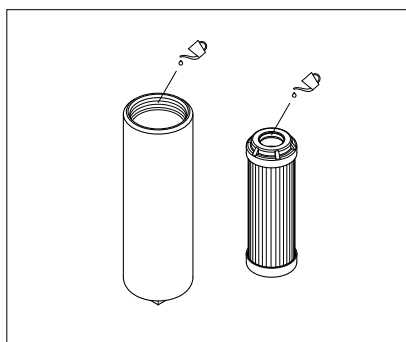

fig. 3
- (Fig. 3) Lubrificare con il fluido di lavoro il filetto del contenitore e l'O-ring dell'elemento filtrante